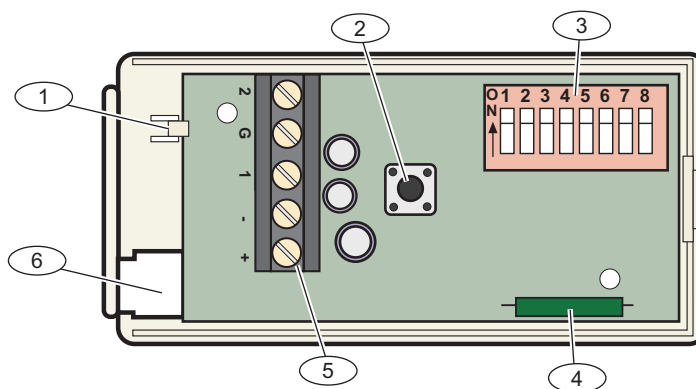

图 3.1 DS7460i 电路板
3. 要从底座拆卸 DS7460i 电路板，请按下电路板定位片，然后将电路板向上拉离底座。参见 *图 3.1*，*页面 4*。
如果不使用舌簧开关，可以将其从电路板上剪短。这样可以避免任何可能的破坏而干扰防区 1 的操作。有关舌簧开关的位置，请参见图 3.1, 页面 4。